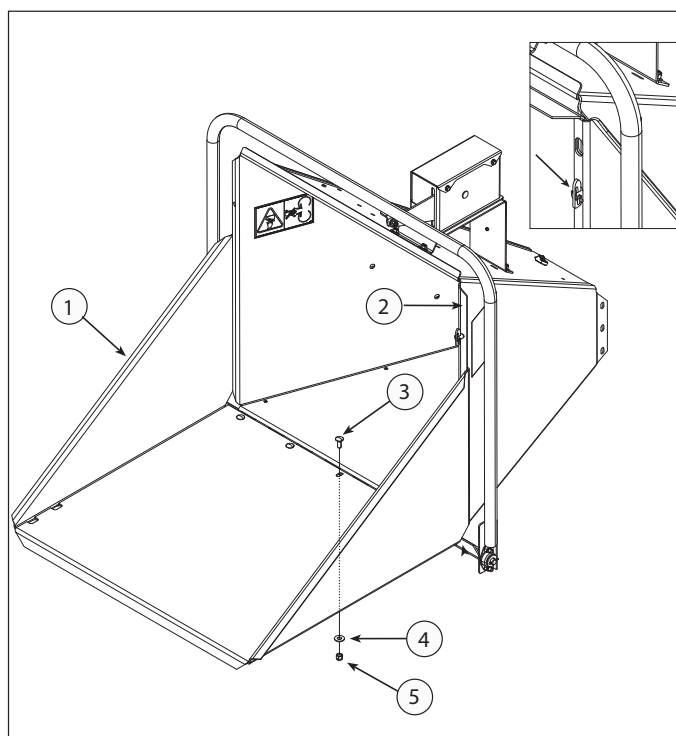

Figura 2.6, Fijación de la bandeja de extensión
CONFORME CON LAS NORMAS DE CE (FIGURA 2.6)
1. Incline la bandeja de extensión(1) hacia arriba, de modo que el fondo de la bandeja esté orientado hacia afuera (Figura 2.6). Deslice los rebordes de la bandeja de extensión entre la bisagra de extensión y los rebordes(2) del conducto de la chipeadora.
3. Inserte cinco pernos(3) con cabeza de hongo de 3/8 pulg. (10 mm) x 1 pulg. (25 mm) del kit del propietario a través de la bandeja y la bisagra de la extensión. Asegure los pernos con arandelas(4) y tuercas(5) cubiertas de nylon desde la parte inferior.